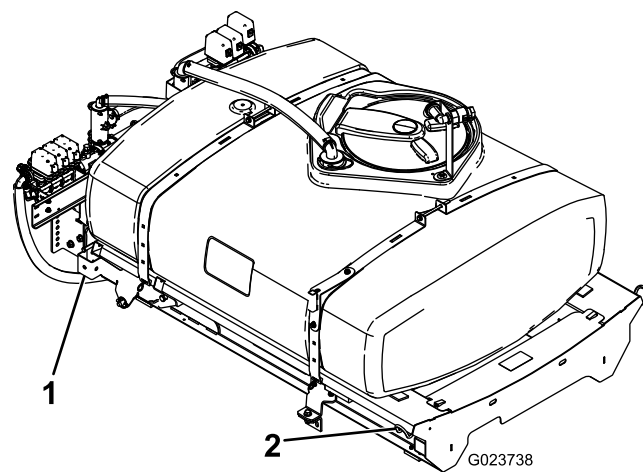

Figura 8
1. Usando una grúa, eleve el conjunto del patín del depósito (Figura 8) y colóquelo sobre el bastidor del vehículo con los conjuntos de bomba y válvula hacia atrás.